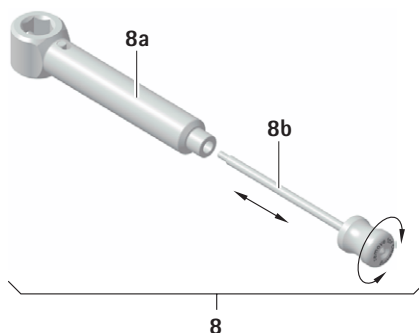

Fig. 2
- Avvitare l'astina di pulizia 8b nell'elemento di controsupporto 8a, vedere Fig. 2.